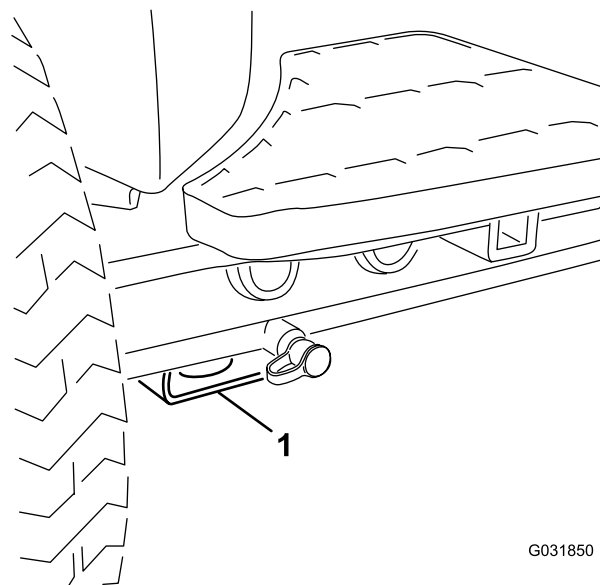

Figura 75
- Dianteira – pastilha retangular, por baixo do tubo do eixo, dentro de cada pneu dianteiro (Figura 75).